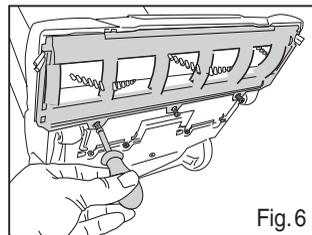

Fig. 6
• Vuelva a colocar los 3 tornillos (Fig. 6).